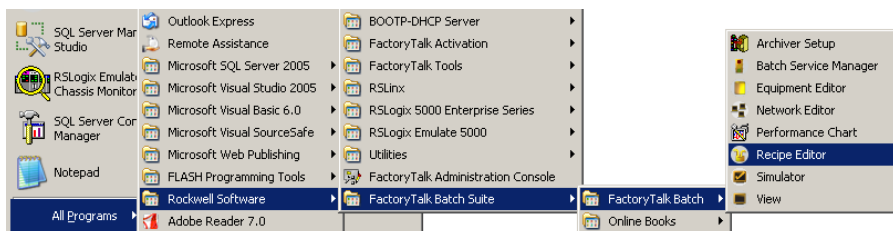

Figura 68. Acceso al R cipe Editor
- Abrir la aplicaci n en la siguiente ruta: start / All Programs / Rockwell Software / FactoryTalk Batch Suite / FactoryTalk Batch / Recipe Editor. De acuerdo la Figura 68.